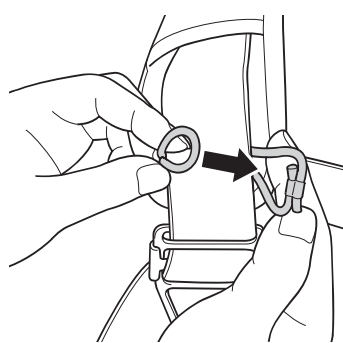
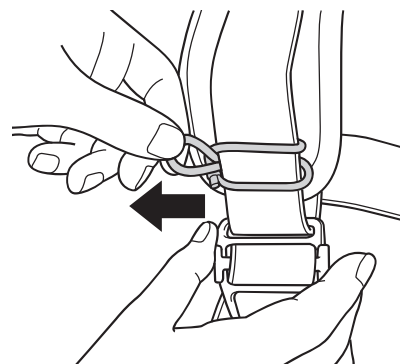

図 70 ゴムバンドをかける
図 71 ゴムバンドを通す
2. 新しいゴムバンドを背負具に取り付ける。(図 70、図 71 参照)